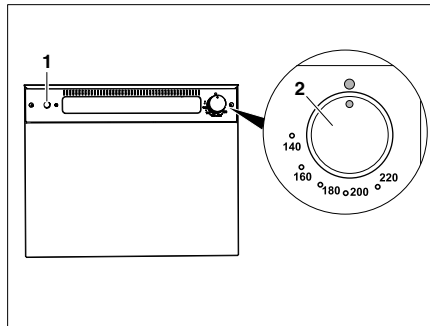

Fig. 332 Four à gaz (Thetford)
- Appuyer légèrement sur le bouton tournant (Fig. 332,2) et le tourner vers la gauche sur une position quelconque.
- Appuyer plusieurs fois sur l'interrupteur d'allumage (Fig. 332,1) jusqu'à ce que la flamme brûle.
- Tourner le bouton tournant (Fig. 332,2) sur "O". La flamme s'éteint.